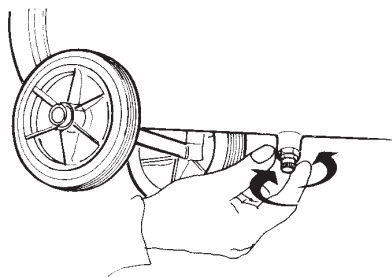

fig. 4
- controleer of de condensaatuitlaatkraan (fig. 4) onder het reservoir gesloten is;
- De condensaatafvoerdop verwijderen indien er in het reservoir druk is (fig. 4).
Alvorens ook maar een enkele ingreep op de compressor uit te voeren dient te stekker uit het stopcontact getrokken te worden en de druk uit het luchtreservoir te worden ontladen met 'oehulp van de condensaatuitlaatkraan (fig. 4). Men dient de dop langzaam los te schroeven en de lucht er langzaam uit te laten gaan omdat er zich in het reservoir metalen residuen kunnen bevinden. Het juist en regelmatig onderhoud van Uw compressor verzekert een goede werking en een langdurig gebruik.
Condensaatafvoer (fig. 4)
- alle reservoirlucht eruit laten lopen (fig. 4);